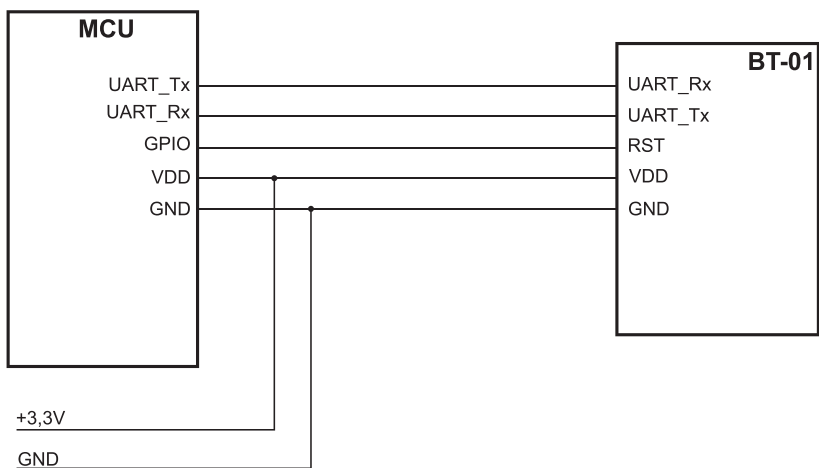

Рис. 5. Подключение выводов модуля NAVIA BT-01(A) к микроконтроллеру
На рис. 5 показано подключение выводов модуля NAVIA BT-01(A) к микроконтроллеру. Подключение выводов модуля GPIO не приводится, так как эти выводы предназначены для подключения к ним различных устройств – кнопок, контактных датчиков, выходов различных изделий (при настройке выводов модуля как «входы») или входов устройств индикации, входов управления различными устройствами и т.д. (при настройке выводов модуля как «выходы»). Конкретное назначение выводов GPIO определяется программным обеспечением модуля и его настройками.